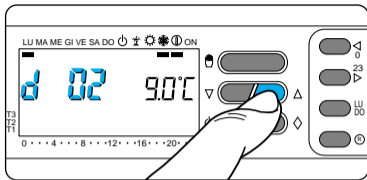

Fig. 60
10.6 - Pulse el botón  o  (fig. 60)